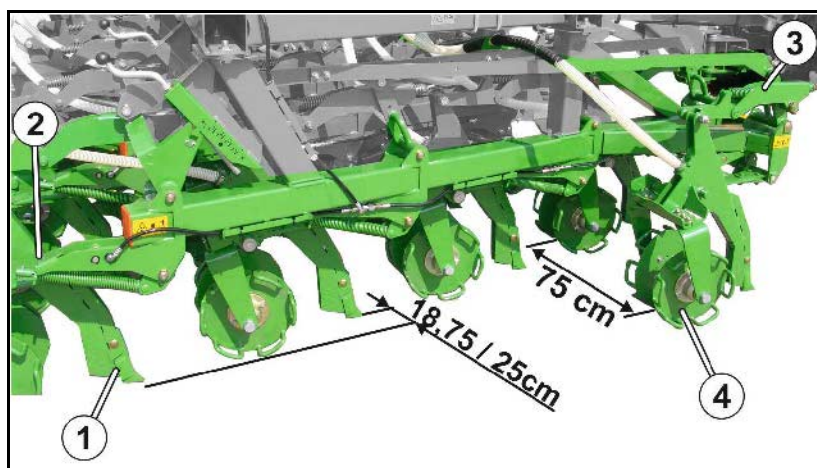

Рис. 41
Долотообразные сошники (Рис. 41/1) расположены в 4 ряда друг за другом со смещением. В результате образуется расстояние между расположенными рядом сошниками 75 см. Расстояние между рядами – 18,75 см / 25 см.
- существует возможность уклонения в горизонтальной плоскости благодаря нижней тяге из пружинной стали (Рис. 41/2);
- существует возможность уклонения в вертикальной плоскости с помощью изгибающейся верхней пружинной стальной тяги (Рис. 41/3).
Глубина заделки посевного материала определяется регулировкой глубины долоотообразных сошников (Рис. 41/1). Установленная глубина передается на расположенные за долоотообразными сошниками двойные диски (Рис. 41/4).